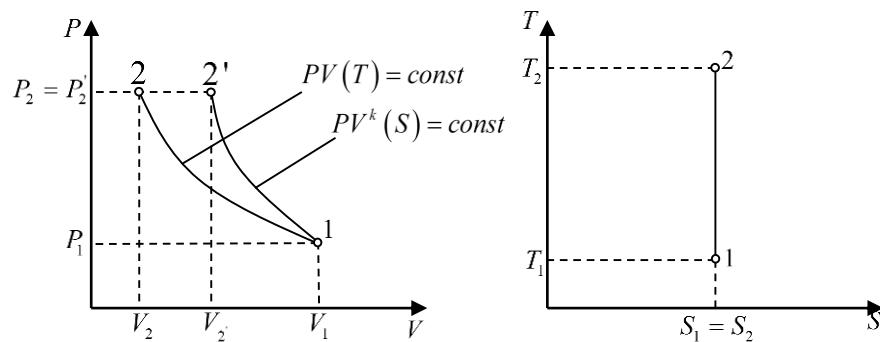

Рис. 5.4. Адіабатний процес в PV і TS-координатах
4. Графічне зображення процесу в PV і TS-координатах (рис. 5.4.).